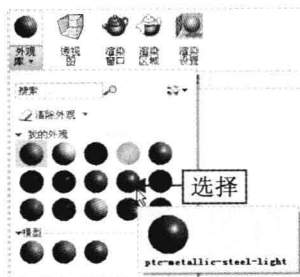

图 15-20 选择相应材质球
Step 11 在“功能区”选项板中切换至“渲染”选项卡，单击“外观”面板中的“外观库”下拉按钮，弹出下滑面板，在“我的外观”选项区中选择“ptc-metallic-steel-light”材质球，如图 15-20 所示。